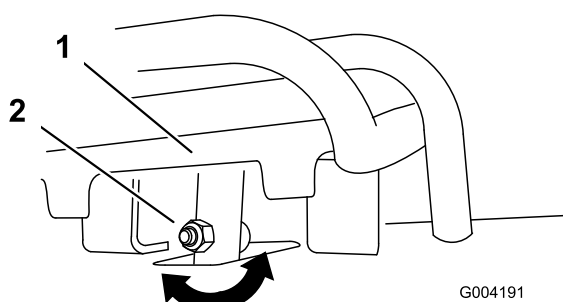
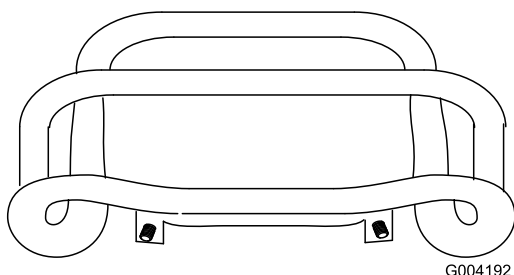

Figura 52
Figura 53
- Si la parte delantera del control de tracción no queda enrasada con y paralela a la barra de referencia, afloje la tuerca con arandela prensada y el perno del tubo del control de tracción (Figura 52).
- Ajuste el control de tracción hasta que quede enrasado con la barra de referencia al tirar del mismo hacia atrás del todo (Figura 52 y Figura 53).